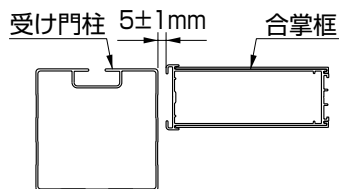

図7-2
②「調整ボルト」をまわして、図7-1、図7-2のようにチリ寸法を 5 ± 1 mmに調整してください。